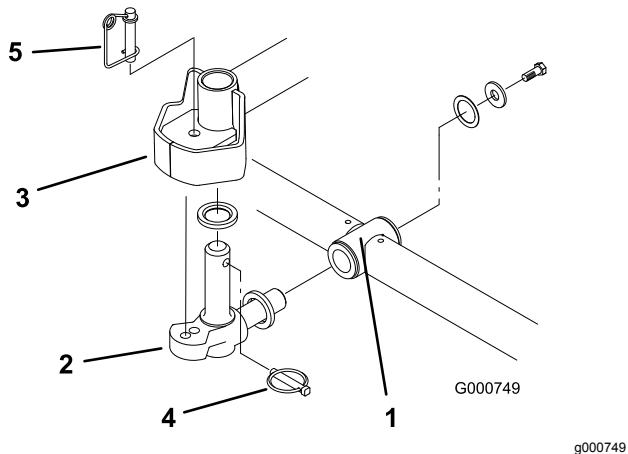

Figura 16
6. Montate una rondella di spinta sull'bero orizzontale dello snodo di articolazione, come riportato nella (Figura 16).
Nota: Se è necessario bloccare un apparato di taglio in posizione fissa, inserite il perno di bloccaggio dello sterzo nel relativo foro sullo snodo di articolazione (Figura 16).
- 14. Agganciate il braccio della molla attorno all'estremità inferiore del perno di bloccaggio dello sterzo (Figura 16).